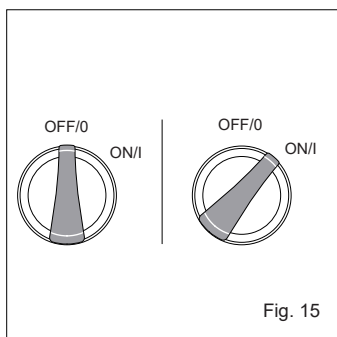

Fig. 15
- Assurez-vous que l'interrupteur "ON / OFF" est en position "OFF". L'interrupteur d'alimentation comporte des symboles internationaux pour "on" et "off": On (I) Off (O), (Fig. 15).